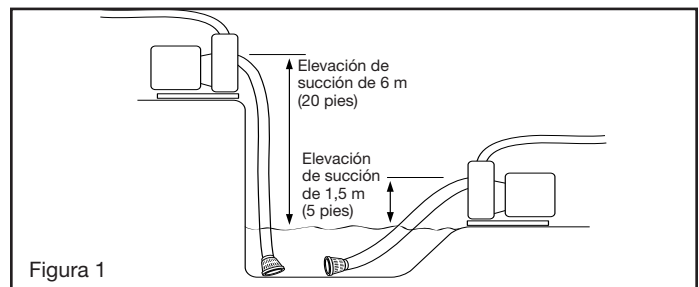

Figura 1
- La bomba DEBE colocarse lo más cerca posible del líquido a bombear. Una bomba con una altura de succión de 6 metros (20 pies) no eliminará agua tan rápidamente como una bomba con una altura de succión de 1,5 metros (5 pies) (Figura 1).